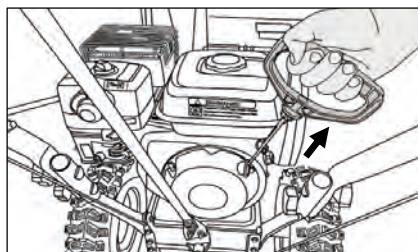

Рис. 41
9. При желании, можете воспользоваться ручным стартером, для этого потяните за шнур стартера пока не почувствуете сопротивление, затем резко дерните за шнур так, чтобы двигатель завелся. Не отпускайте шнур резко, придерживайте его руками (рис. 41).